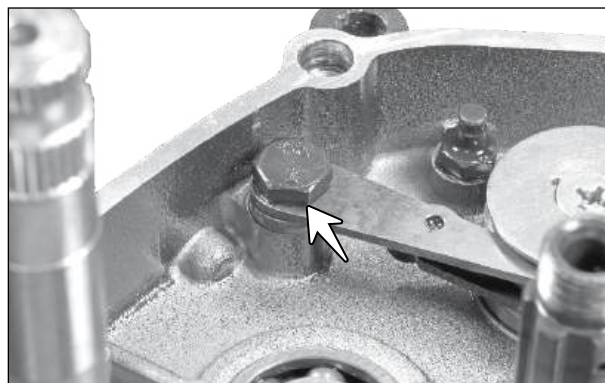

Fig. 3.129
- Remova o parafuso do limitador (seta) e remova o limitador do came do seletor de marchas e a arruela. (Fig. 3.129)